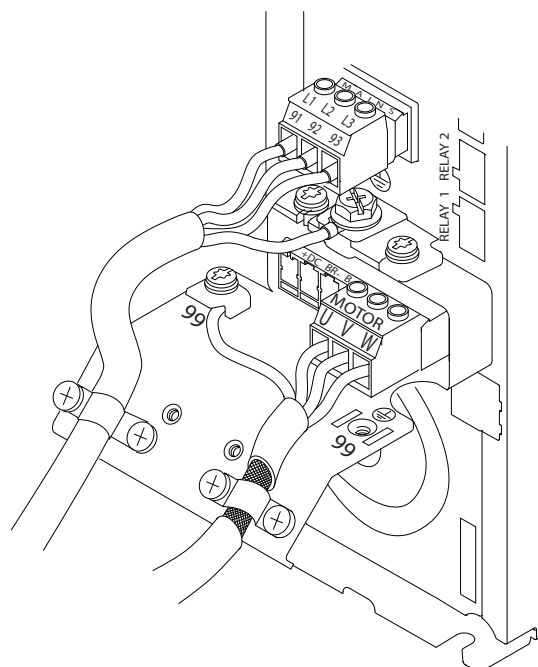

Рисунок 4.7 Пример подключения кабелей двигателя, силовых кабелей и заземления
На *Рисунок 4.7* показано подключение сетевого питания, двигателя и заземления для базовых преобразователей
1. Подключите проводку трехфазной сети переменного тока к клеммам L1, L2, и L3 (см. *Рисунок 4.7*).